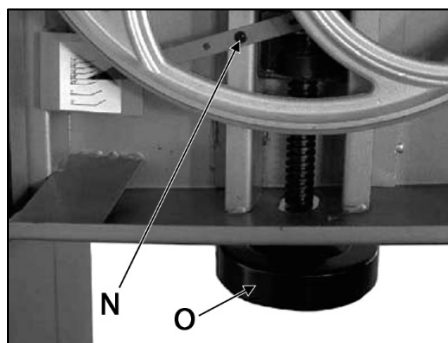

Рисунок 10.
Полностью поднимите верхнюю направляющую пильного полотна. Принимая во внимание ширину пильного полотна, поворачивайте рукоятку (O) (рис. 10) до достижения необходимого результата. Поворачивая ее по часовой стрелке, вы уменьшаете натяжение полотна, а против часовой стрелки – увеличиваете.
Индикатор натяжения (N) пильного полотна (рис. 10) можно настроить на различные виды полотен. При умеренном натяжении пильного полотна, открутите установочный винт и отрегулируйте индикатор. Затяните установочный винт.